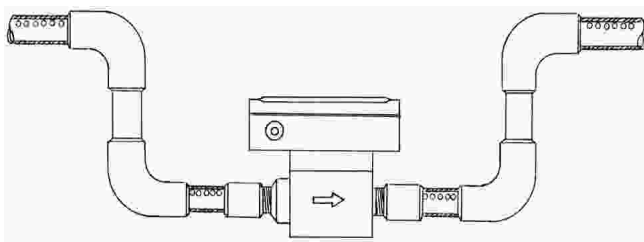

Figura 5
- Se o líquido medido contém bolhas de ar, instale em uma posição onde não haja formação de bolsão de bolhas (**figura 5**).